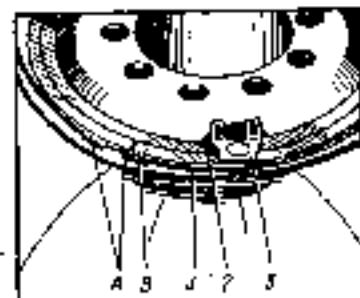

Bild 89. Lage des Schloßringes und des äußeren Bordringes am Rad 254F-508
ahn befestigt wird. Der geschlitzte Schloßring 2 (Bild 89) wird an der Felge derart angebracht, daß der Begrenzungsbolzen in den Schlitz gerät und der Vorsprung 4 an der Kante des Schloßringes in eine der Nuten A am Böhring 3 eingetastet. Die Gummidichtung wird auf das Schlauchventil aufgesetzt und zusammen mit demselben in die Ventilnut der Felge
5. Den Bord- und den Schloßring anbringen, wie im Bild 89 gezeigt ist.